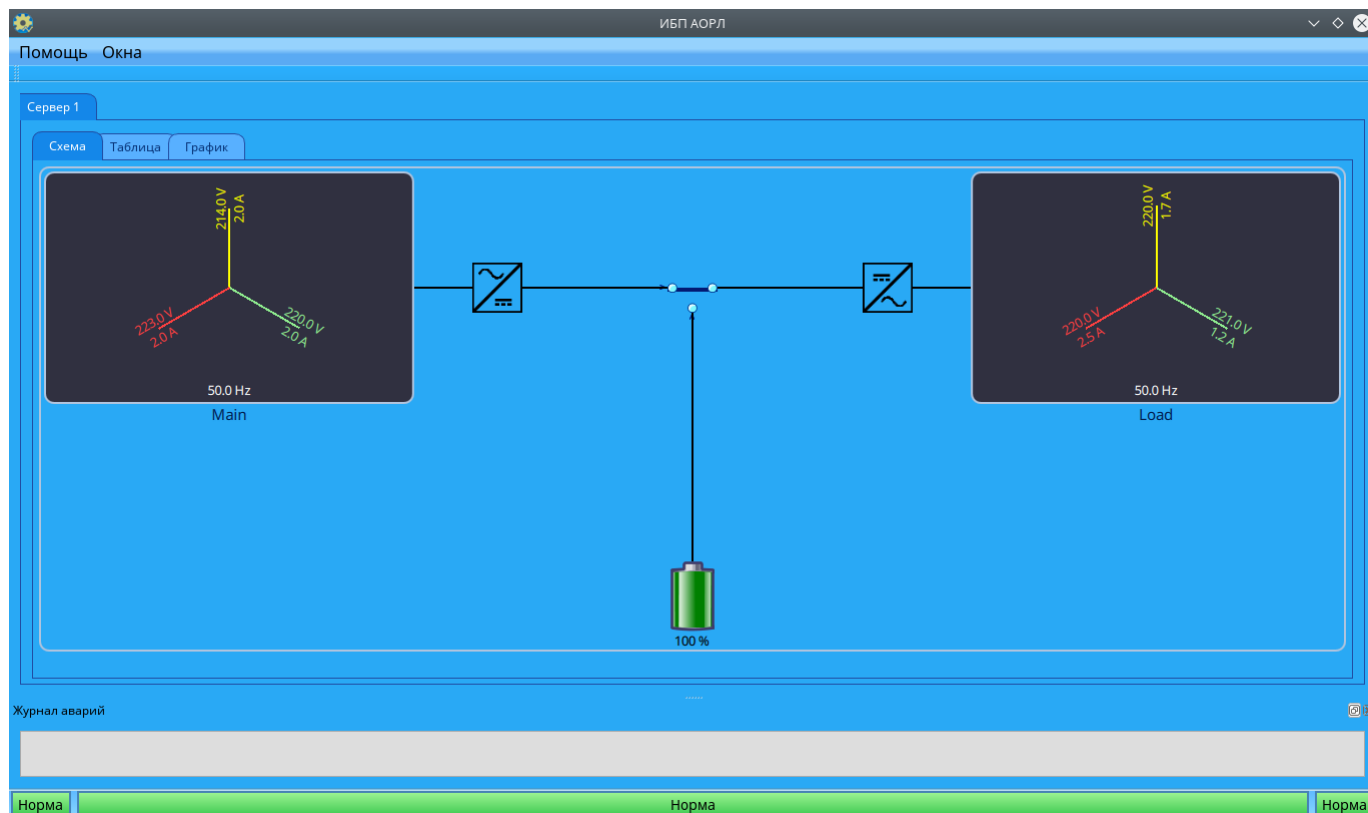

Рисунок 12. Вид главного окна программы «Электроснабжение»
4.3 Для просмотра системы электропитания необходимо на вкладке «Оборудование» нажать кнопку «Электропитание». После этого откроется окно «Электропитание» на вкладке «Схема» (рисунок 12).